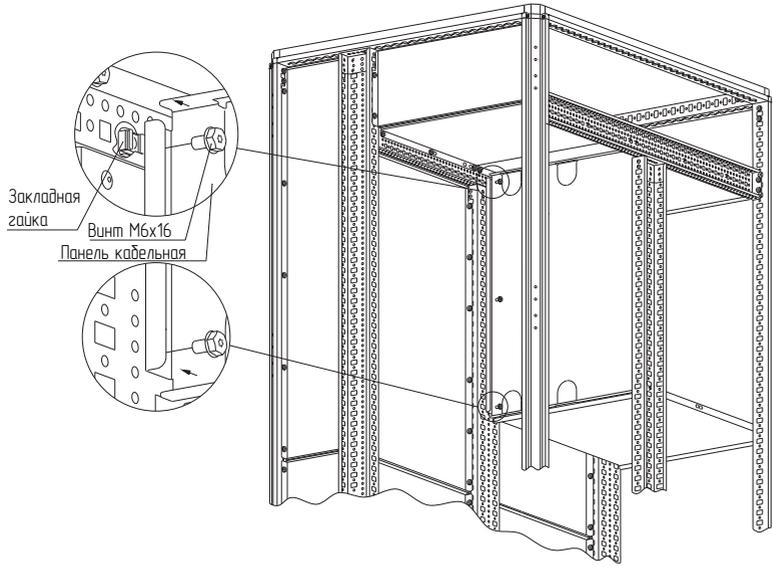

Рисунок 62
– вариант 1. Набором «закладная гайка М6 – винт М6×16 – шайба 6». Установить закладные гайки в квадратные отверстия реек монтажных (рисунок 62) и стоек каркаса в местах, соответствующих высоте панели кабельной. Закрепить панель винтами М6×12 с шайбой 6. Момент затяжки – 7 Н·м. Набор крепежа приобрести отдельно;